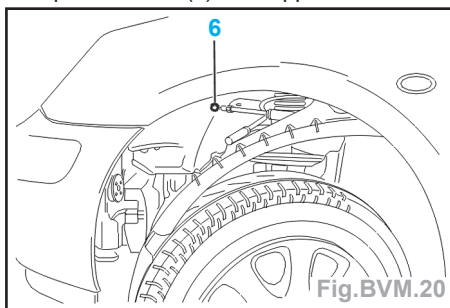

Fig.BVM.20
- derrière le pare-boue gauche (Fig.BVM.20).